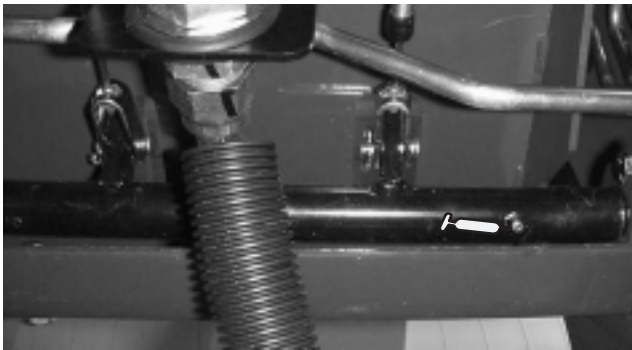

Bild 20
- Bremsstangen-Drehlager (5) (Bild 20)